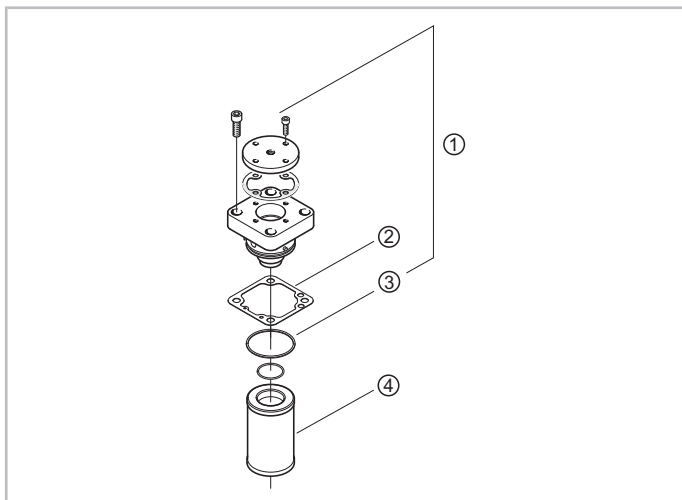

Рис.2 Масловпускной клапан HS. 85 и OS. 85
- Убедитесь, что установленная плоская прокладка и уплотнительное кольцо новые (*см. рис. 2, стр. 7*).